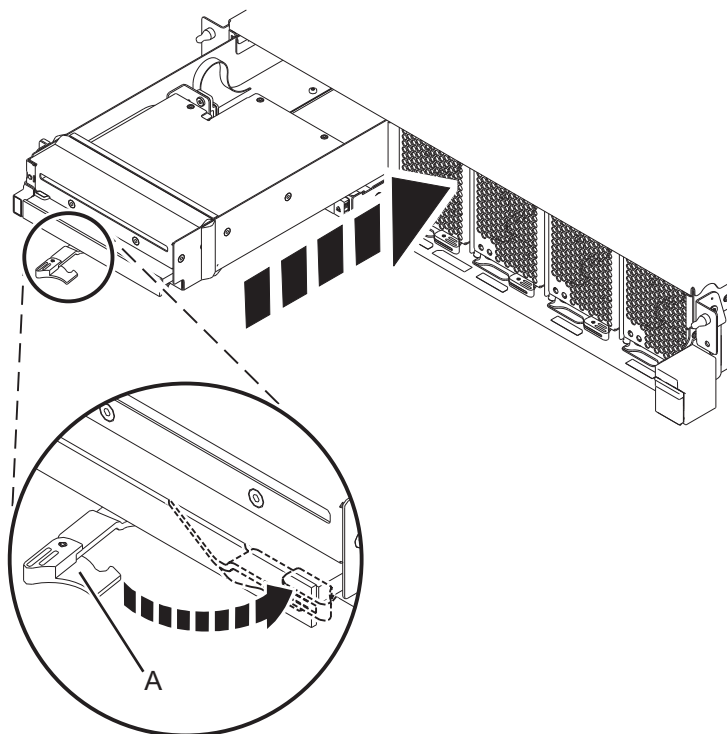

Figura 1. Instalar um Dispositivo de suporte Slimline numa unidade de controlo do sistema 9080-MHE, 9080-MME, 9119-MHE ou 9119-MME
- a. certifique-se de que a pega do dispositivo de suporte Slimline (A) é rodada para a posição de abertura, tal como é demonstrado em Figura 1 na página 3.
- c. Deslize o dispositivo para o sistema e rode a pega (A) na direcção apresentada até o trinco ficar bloqueado no sítio.